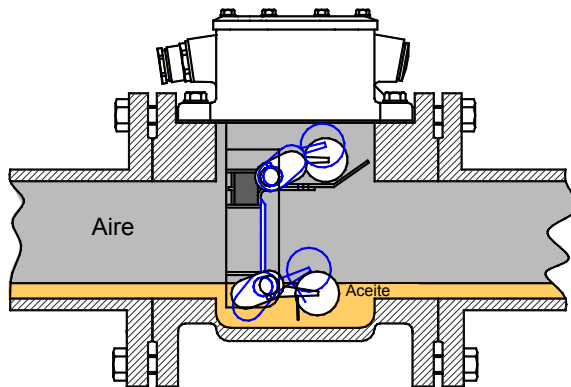

Figura 8- Pérdida de líquido aislante
3.2 Pérdida de líquido aislante (Figura 8)